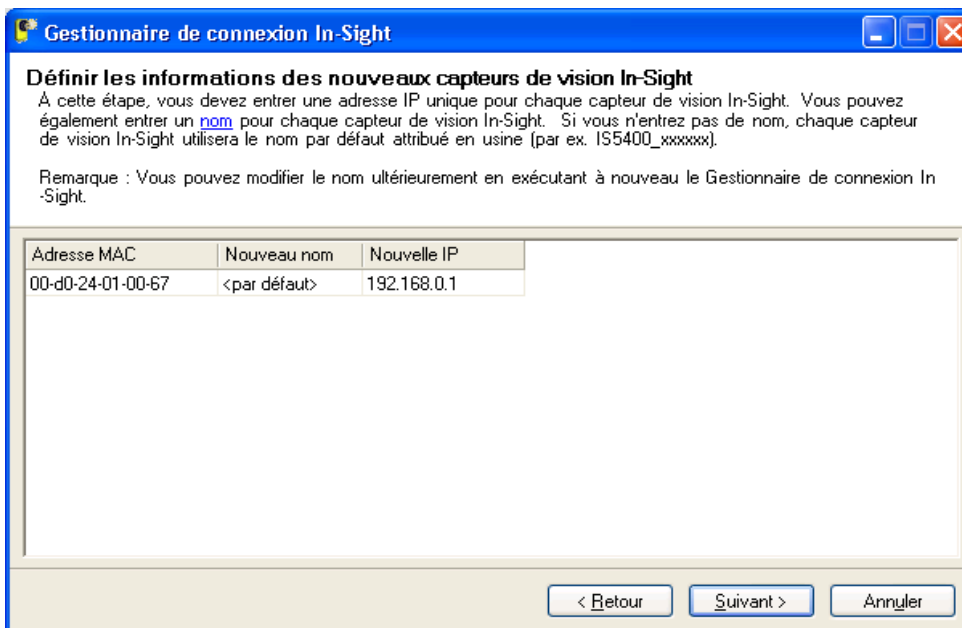

Figure 4-5 : Boîte de dialogue Définir les informations des nouveaux capteurs de vision In-Sight
13. Pour chacun des capteurs figurant dans le tableau (Figure 4-5), spécifiez une adresse IP unique dans la colonne Nouvelle IP. Vous pouvez également attribuer un nom significatif à chaque capteur dans la colonne Nouveau nom.